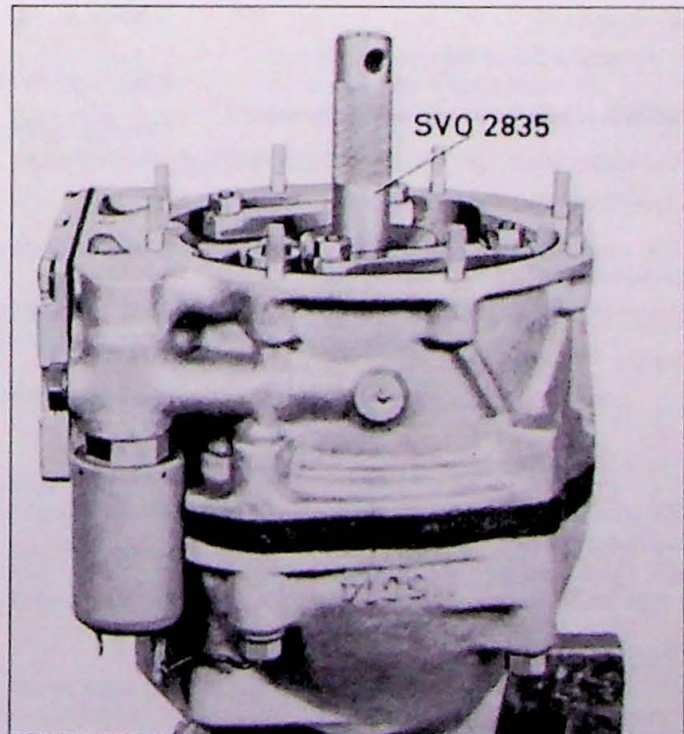

Fig. 7.32. Montage voorste helft van het huis.
5. Zet de remtrommel in de voorste huishelft. Leg de voorste huishelft op de achterste en monteer de ringen en moeren (Fig. 7.32). Let op dat de beide koperen ringen op de bovenste bouten worden gemonteerd. Trek de moeren rondom geleidelijk aan.